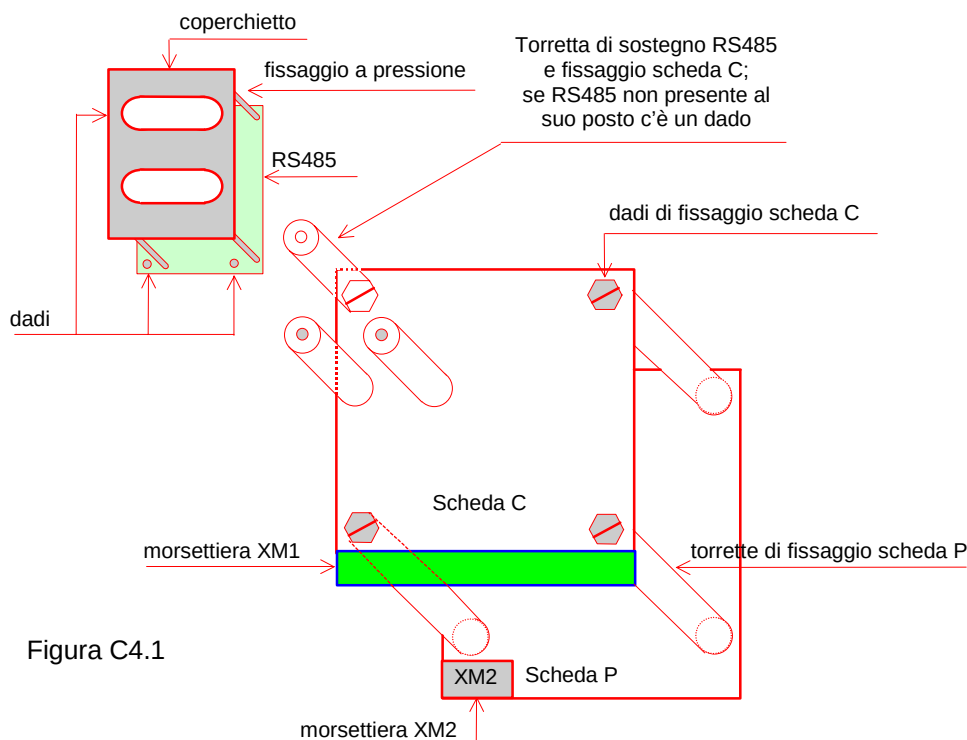

Figura C4.1
- Smontare la Scheda C agendo sui quattro dadi di fissaggio (se è presente l'opzione SPDS1, estrarre il coperchietto di protezione forzando sui punti di fissaggio a pressione e smontare la scheda agendo sui tre dadi - par. C4.2.1 figura C4.1).